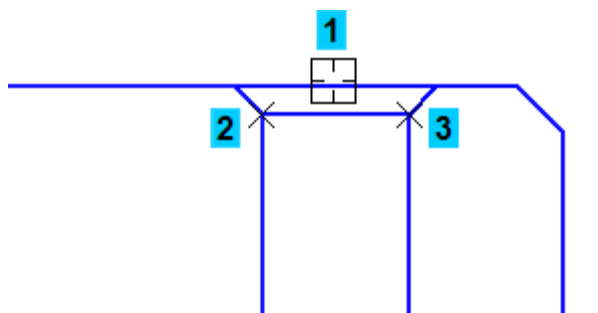

Рисунок 15.
- Постройте отрезок 2–3 (рис.15)